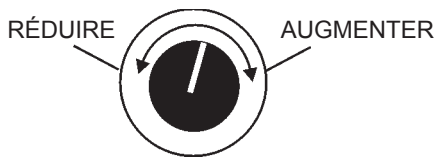

Figure 46. Bouton de commande du régulateur de tension
7. Si la tension n'est pas dans la tolérance spécifiée, utiliser le bouton de commande de réglage de tension (Figure 46) pour augmenter ou diminuer la tension souhaitée.